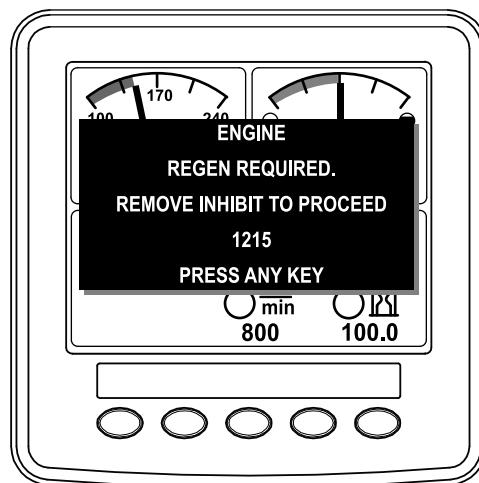

Рисунок 14
**Примечание:** Если настройка INHIBIT REGEN (ЗАПРЕТ РЕГЕНЕРАЦИИ) установлена на ON (Вкл.), дисплей инфо-центра покажет ИНФОРМАЦИОННОЕ СООБЩЕНИЕ № 1215 (Рисунок 14). Нажмите любую